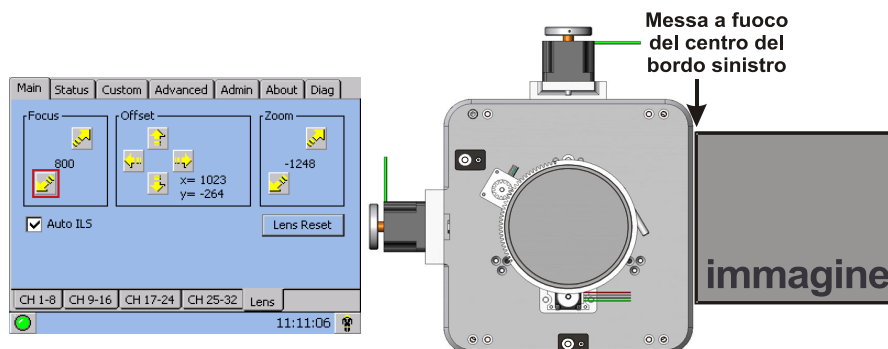

Figura 2-37 Regolazione della messa a fuoco
3. Impostare l'opzione **Focus** per ritrarre l'obiettivo, usando la freccia verso il basso nel menu **Main: Lens**. Vedere **Figura 2-37**. Osservare l'immagine sul lato sinistro dello schermo per stabilire quando è a fuoco correttamente. Se l'immagine appare nella messa a fuoco corretta sul bordo sinistro, ma non su quello destro, stabilire se il fuoco del lato destro è davanti allo schermo o posteriore ad esso. Se l'intero schermo è a fuoco, passare al punto 7.
7. Stringere la **vite di fermo orizzontale** in modo da bloccare le impostazioni. Controllare nuovamente il puntamento. Vedere **Figura 2-37**.